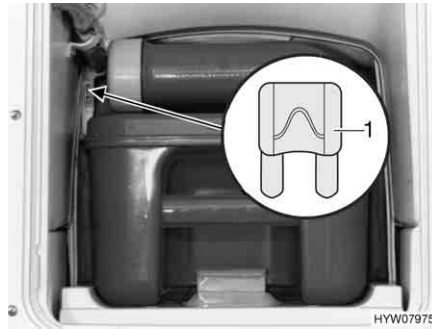

Fig. 183 Fusível da sanita Thetford
- Troque o fusível (Fig. 183,1).